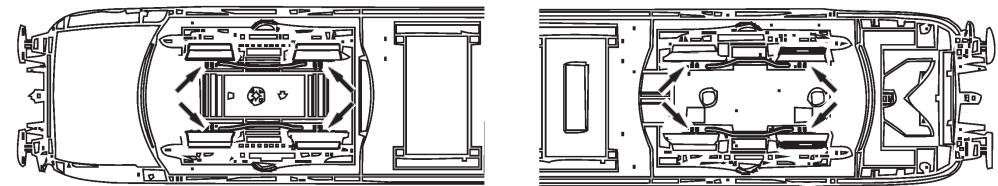

Fig. 7
**3. Hafltreifenwechsel:** Zuerst den Getriebekopf abnehmen (Fig. 7). Danach den **Radsatz** herausnehmen und die **Hafltreifen** mit einer Nadel od. mit einem feinen Schraubendreher abziehen (Fig. 7). Beim Aufziehen der neuen Hafltreifen darauf achten, dass diese sich nicht verdrehen.
**3. Change of traction tyre:** Remove the gear cover (fig. 7). Take out **wheel set** and remove **traction tyre** using a pin or a fine screwdriver (fig. 7). When pressing on the new traction tyre please **avoid twisting it**.